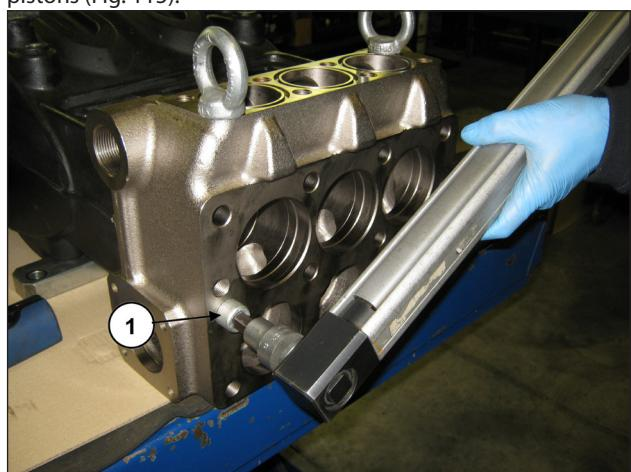

Fig. 114
Il est désormais possible de déposer la tête hydraulique du carter de pompe en dévissant les 2 vis M16x180 (rep. ①, Fig. 114).